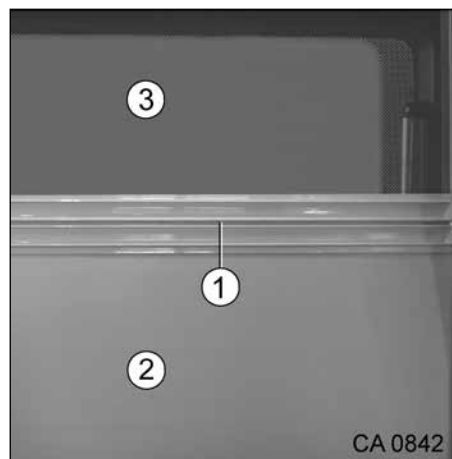

Fig. 42 Store occultant et store moustiquaire
- Tirer le store occultant (Fig. 42, pos. 2) vers le haut. Toute position intermédiaire est possible.
1. A l'aide de la barre de manœuvre (Fig. 42, pos. 1), tirer le store occultant (Fig. 42, pos. 2) vers le bas.
2. Ramener le store occultant (Fig. 42, pos. 2).
- Tirer le store moustiquaire (Fig. 42, pos. 3) vers le bas.
- A l'aide de la barre de manœuvre (Fig. 42, pos. 1), tirer le store moustiquaire (Fig. 42, pos. 3) vers le haut.